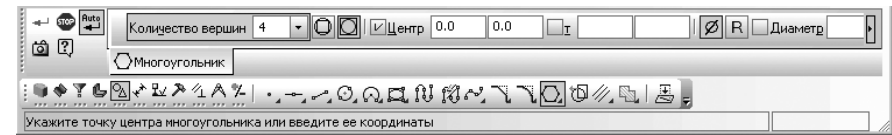

Рис. 8.142. **Панель свойств: Многоугольник, Компактная панель** с нажатой кнопкой  **Многоугольник** и строка сообщений
**Панель свойств: Многоугольник, Компактная панель**, с нажатой кнопкой , **Многоугольник**, и строка сообщений показаны на рис. 8.142.